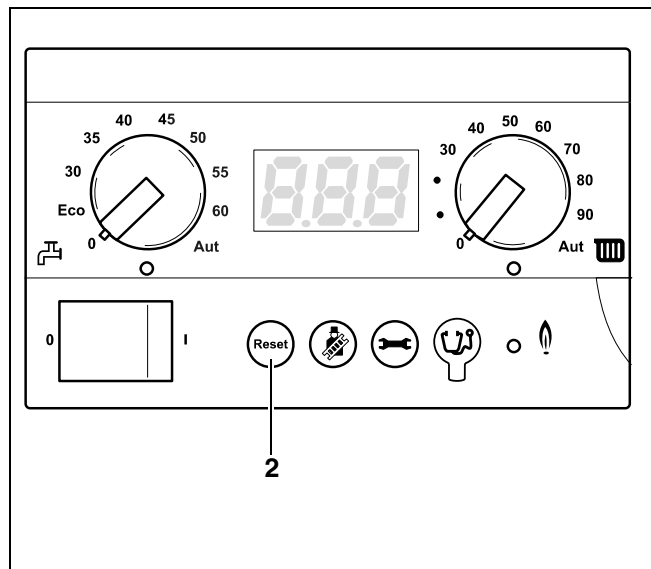

Abb. 23 BC10 – Taste „Reset“
- Drücken Sie die Taste „Reset“ (Abb. 23, **Pos. 2**) für etwa 5 Sekunden, um die Störung zurückzusetzen.